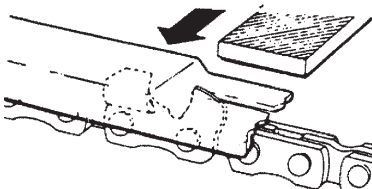

Fig. 43
- 3) Coloque la herramienta del calibre de profundidad en la cuchilla. En el caso de sobresalir el calibre de profundidad, lime su nivel con la parte superior de la herramienta. Lime siempre desde el interior de la cadena hacia el exterior de la cuchilla. (Fig. 43)